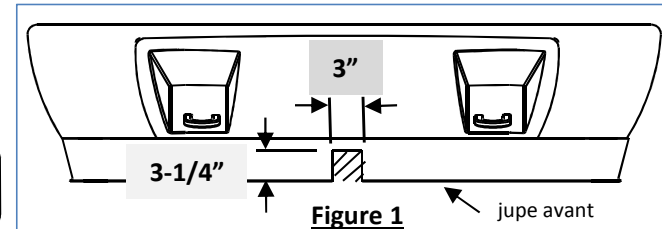

Figure 1
- Trim Air Dam** - Mark a 3" wide x 3-1/4" tall area in the center of lower air dam. See figure 1. Using a utility knife, carefully trim the air dam.
- Loosen Splash Guard** - Remove the (2) rearmost M10 bolts from plastic splash guard. Do not remove the (2) forward bolts.
- Découper la jupe avant** - Marquer une zone de 3 po de large par 3 1/4 po de haut dans le centre de la jupe inférieure. Voir la figure 1. À l'aide d'un couteau utilitaire, découper la jupe avant avec précaution.
- Desserrer la bavette garde-boue** - Retirer les deux (2) boulons M10 les plus à l'arrière de la bavette en plastique. Ne pas retirer les deux (2) boulons avant.